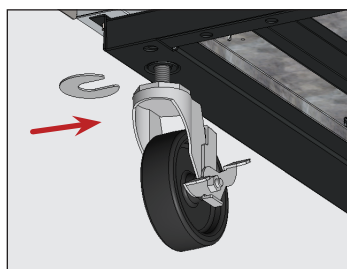

Рис. 9. После установки прокладок (прокладок) обязательно затянуть шток роликовой опоры.
5. Внизу устройства ослабить болт роликовой опоры настолько, чтобы можно было вставить прокладки между подшипником роликовой опоры и нижней рейкой устройства. См. рис. 9.
6. Установить требуемое количество прокладок. См. рис. 9.